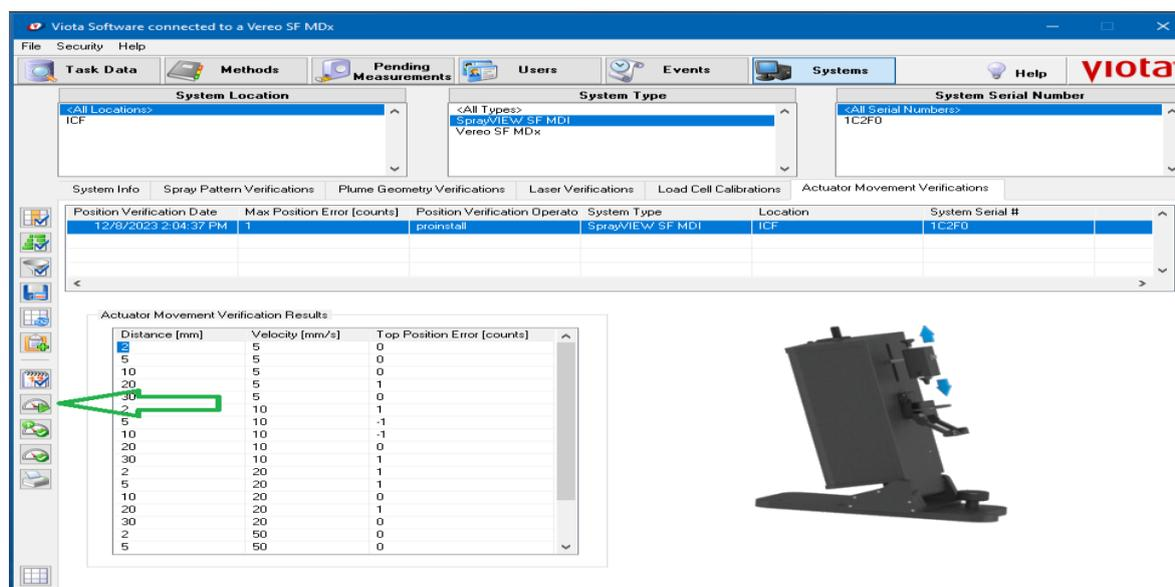

Figura 44. Execução teste de verificação do atuador.
b) Execute o teste de verificação do atuador, com o clique na guia *Actuator Movement Verification Test* e no botão indicado conforme Figura 44, em seguida siga as instruções descritas na tela.
- Clique no botão *Approve Actuator Movement Verification* para que se aprove o registro de movimento do atuador conforme Figura 44, e quando solicitado insira seu registro eletrônico, com o clique na assinatura. Assim que um registro de verificação de movimento do atuador for aprovado, uma marca de aprovação aparece a esquerda da primeira coluna. Filtre os registros de verificação do movimento do atuador alternando os seguintes botões: